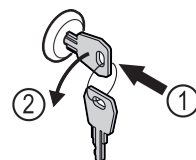

Fig. 176
- ▶ Insérer la clé. Fig. 176 (1)
- ▶ Tourner la clé à 90° dans le sens antihoraire. Fig. 176 (2)